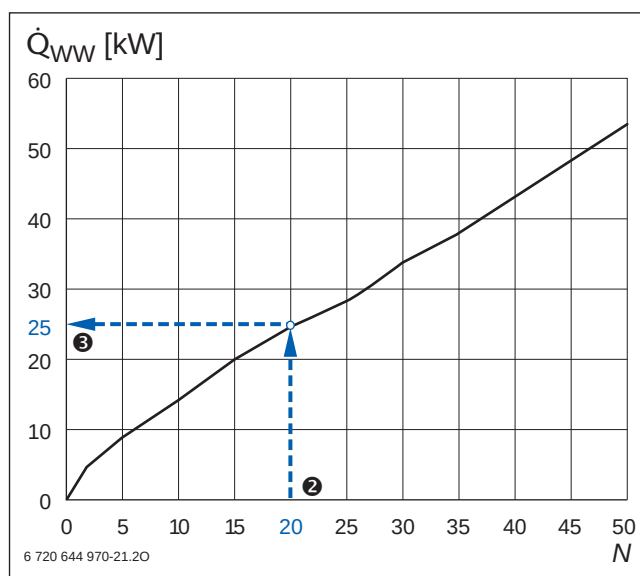

Bild 19 Kesselzuschlag für die Warmwasserbereitung nach der Bedarfskennzahl N ; Beispiel blau hervorgehoben
3. Die Kesselleistung Q_K muss mindestens so groß sein wie die Summe aus dem Wärmebedarf des Gebäudes $Q_{N,Geb}$ und einem Kesselzuschlag Q_{WW} für die Warmwasserbereitung. Als Schätzwert wird die Größe der Bedarfskennzahl N als Kesselzuschlag (in kW) angenommen. Ein Berechnungswert für die Höhe des Kesselzuschlags Q_{WW} ergibt sich aus Bild 19.
Ablesen (→ Bild 19)
Im Bereich 20 ... 30 Wohnungen überwiegt der Leistungsbedarf für den Speicher, der Heizkessel ist also größer auszulegen. Ob die Vergrößerung ausreicht, ist aus Bild 19 abzulesen.
- Differenz bilden und diese mit Bild 19 vergleichen.